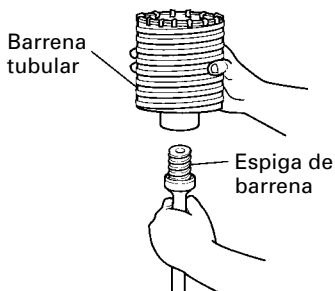

Fig. 15
(1) Montar la barrena tubular en su espiga. (Fig. 15)